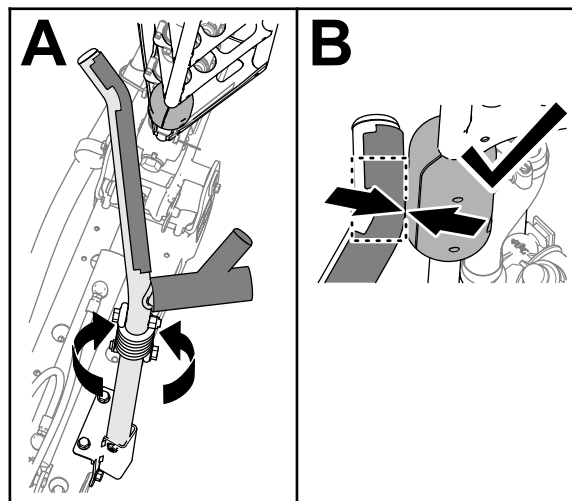

图 105
4. 旋转托架总成直到托架管中的弯曲部分与外喷洒臂顶管上的滑块对齐 图 105
注意 滑块必须在上托架管的弯曲部分接触托架 图 105。